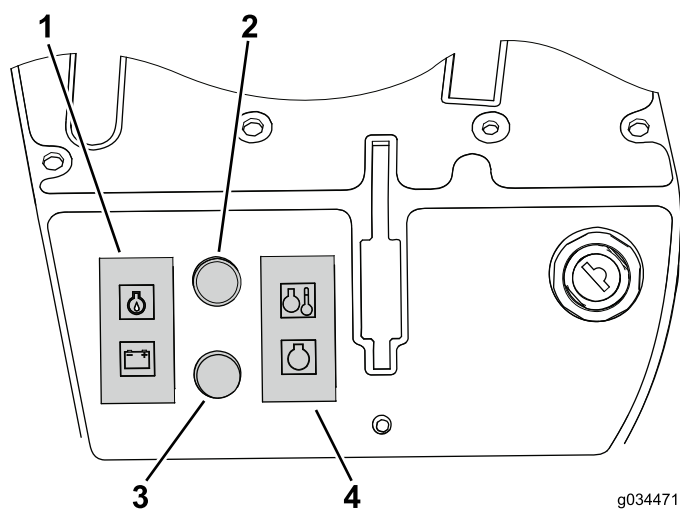

Figura 30
4. Montate la spia di avvertenza o il tappo rimossi in precedenza nel relativo intaglio (Figura 29 e Figura 30).